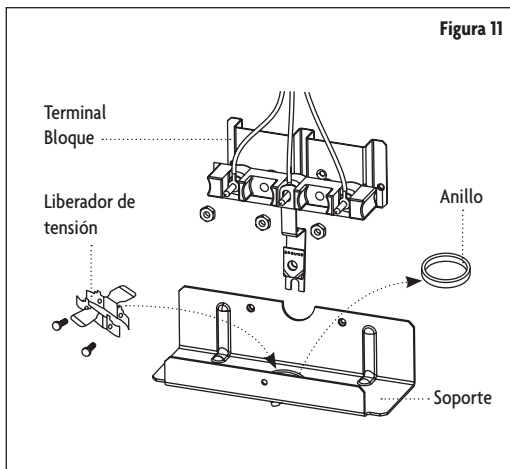

Figura 11
2. Remueva el anillo (1-3/8") ubicado directamente en el soporte debajo del bloque de conexión. Para remover el anillo, use un par de alicates para doblar el anillo fuera del soporte y gire hasta que el anillo sea removido. (Consulte la Figura 11).
3. Ensamble el liberador de tensión en el orificio. Inserte el cable de alimentación a través del liberador de tensión y ajuste. Permita suficiente soltura para adjuntar fácilmente los terminales del cable al bloque de conexión. Si hay lengüetas presentes al final del alado de liberador de tensión, se pueden remover para mejor ajuste. (Consulte la Figura 11).